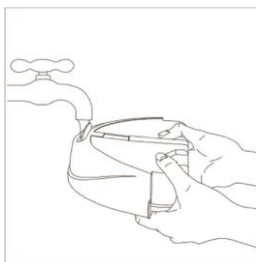

Рис. 10
2. Откройте крышку заливного отверстия и слейте воду из резервуара (рис. 10).